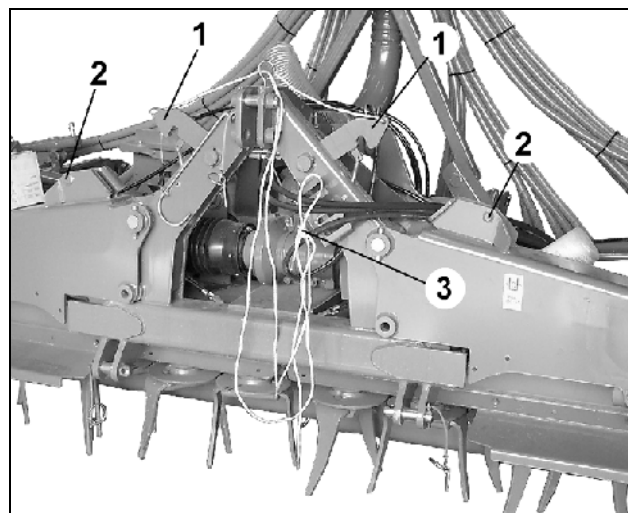

Fig. 110
- Desplegar la máquina, previamente aflojar el enclavamiento desde la cabina del remolcador mediante una cuerda (Fig. 110/3).